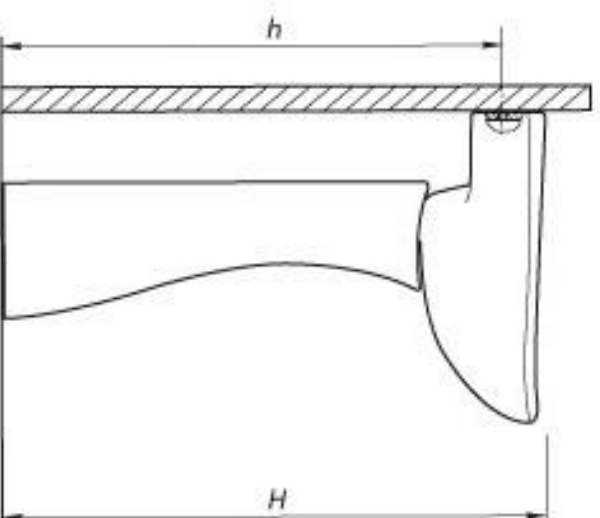

рис. 9
1. Срезать разрезку для отверстий – h (рис. 9).
1. Сделать разметку для отверстий - h (рис. 9).